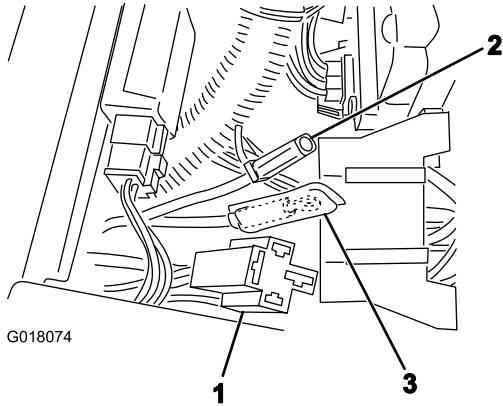

Figura 12
1. Instale el conector de relé de accesorios del arnés de cables de la unidad de tracción en el relé de potencia (Figura 12).
2. Conecte el cable rojo grande (Figura 12) del bloque de fusibles auxiliar al conector correspondiente del arnés de la unidad de tracción.
5. Conecte los cables negros del arnés de cables de la unidad de tracción y el arnés de cables del kit al bloque de terminales de tierra (Figura 12 y Figura 13).